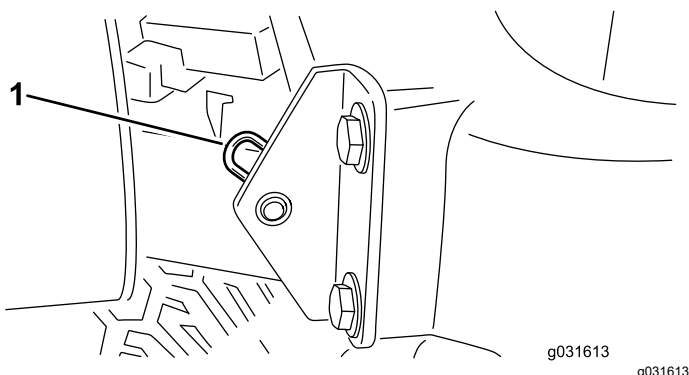

Figure 74
2. Retirez la goupille fendue qui fixe le pivot de capot aux supports (Figure 74).